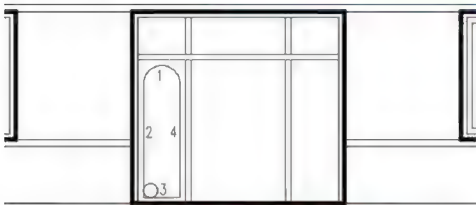
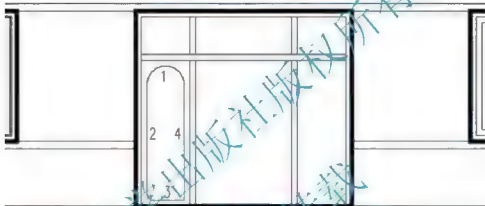

图 4.35 【相切、相切、半径】命令画图
图 4.36 修剪多余的线
(5) 执行菜单栏中的【绘图】|【圆】|【相切、相切、半径】命令。
① 在 CIRCLE 指定圆的圆心或 [三点(3P)/两点(2P)/相切、相切、半径(I)]: 4tr 指定对象与圆的第一个切点: 提示下, 将光标放到 2 线偏下部位, 当出现切点捕捉后单击。
② 在指定对象与圆的第二个切点: 提示下, 将光标放到 3 线偏左部位, 当出现切点捕捉后单击。
③ 在指定圆的半径 255.0000 : 提示下, 输入 “100”, 按 Enter 结束命令。这样就绘制出一个半径为 100mm 且与 2、3 线相切的圆, 结果如图 4.35 所示。
(6) 用【修剪】命令, 将图 4.35 所示图形修剪成如图 4.36 所示的状态。
(7) 启动【圆角】命令 (快捷键 F)。
① 在当前设置: 模式=修剪, 半径=0.0000, 选择第一个对象或 [放弃(U)/多段线(P)/半径(R)/修剪(I)/多个(M)]: 提示下, 输入 “R” 后按 Enter 键, 指定要修改圆角的半径。